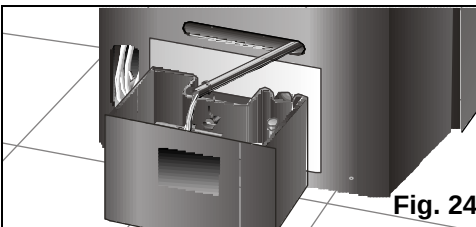

Fig. 24
- ❑ Avant, retirez l'eau de condensation se trouvant dans le réservoir interne en sortant le tube d'évacuation d'eau de son logement et en retirant le bouchon, **Fig. 24**, pour évacuer l'eau générée. Pour cela, vous devrez placer un récipient (ou le réservoir extractible de l'appareil) à la sortie du tube d'évacuation d'eau pour récupérer l'eau condensée, ou orientez le tube vers un tout-à-l'égout à proximité. Une fois que le réservoir est vide, n'oubliez pas de remettre le bouchon en place et le tube dans son logement.